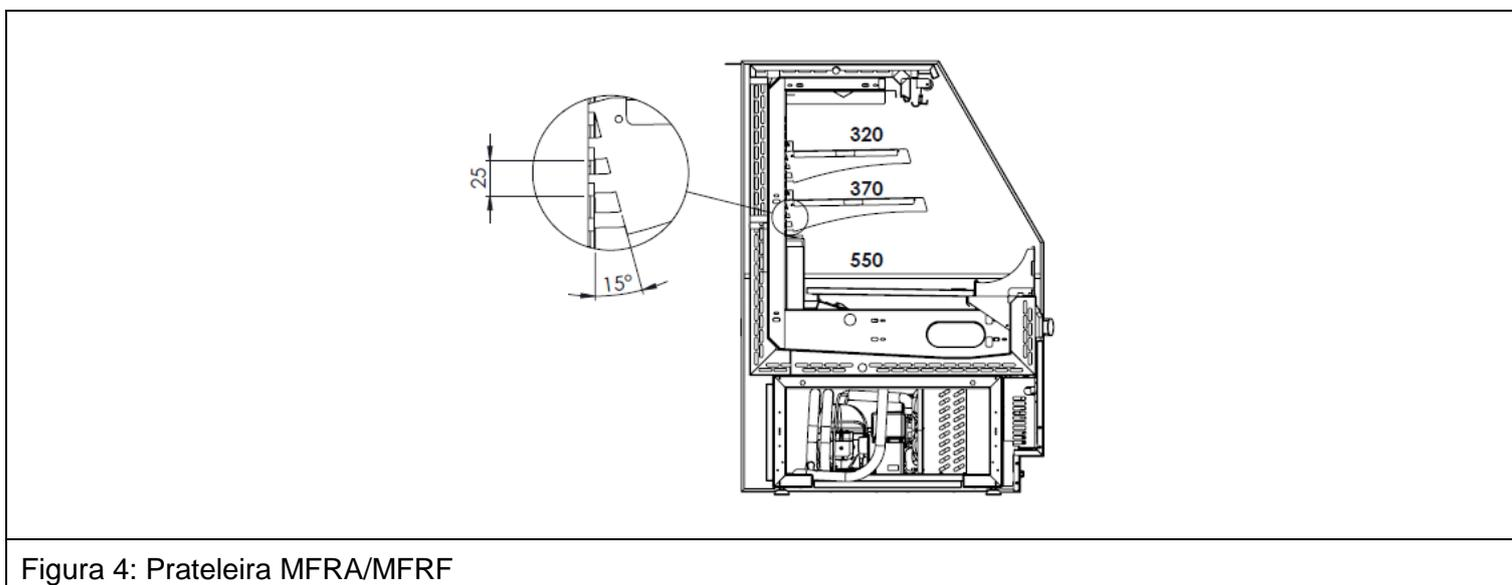

Figura 4: Prateleira MFRA/MFRF
- 1 - Dois níveis de prateleiras, com profundidades de 370 mm e 320 mm conforme figura 4;
- 2 - Permite ajuste de altura com deslocamento mínimo de 25 mm conforme figura 4;
- 3 - Permite inclinação de 15° conforme figura 4;